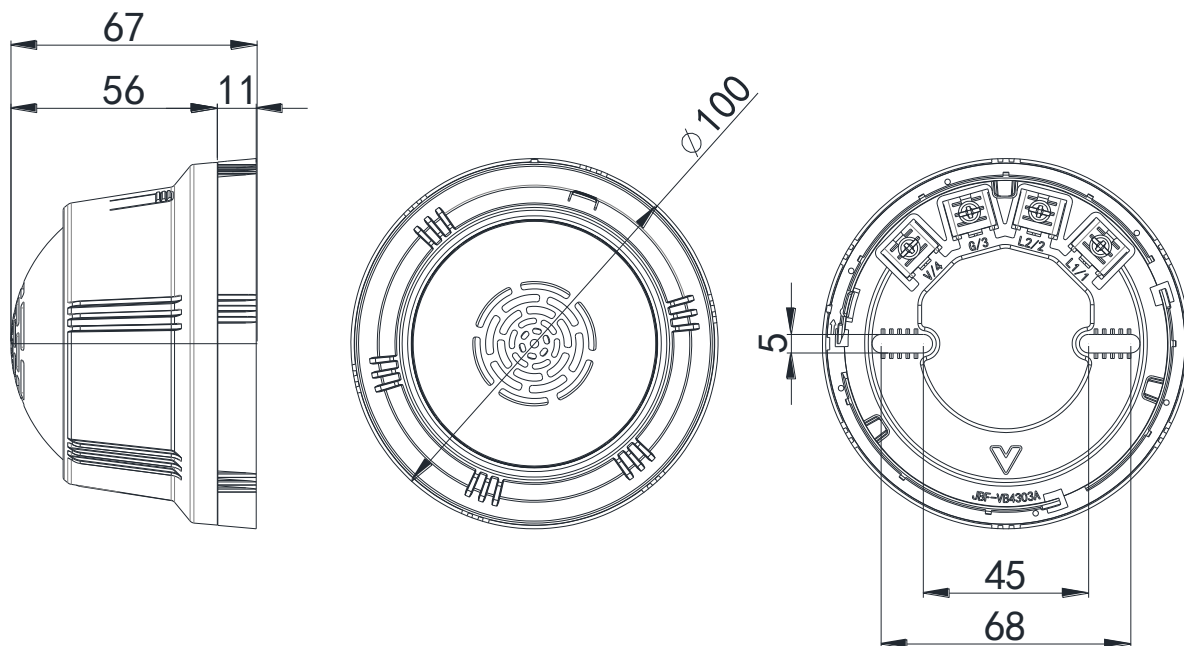

图 1 外形及安装尺寸图（单位 mm）
- 布线施工后，将火灾声光警报器底座固定在墙上（使用 M4 螺钉），安装孔距为 45mm~68mm，外形及安装尺寸如图 1 所示。